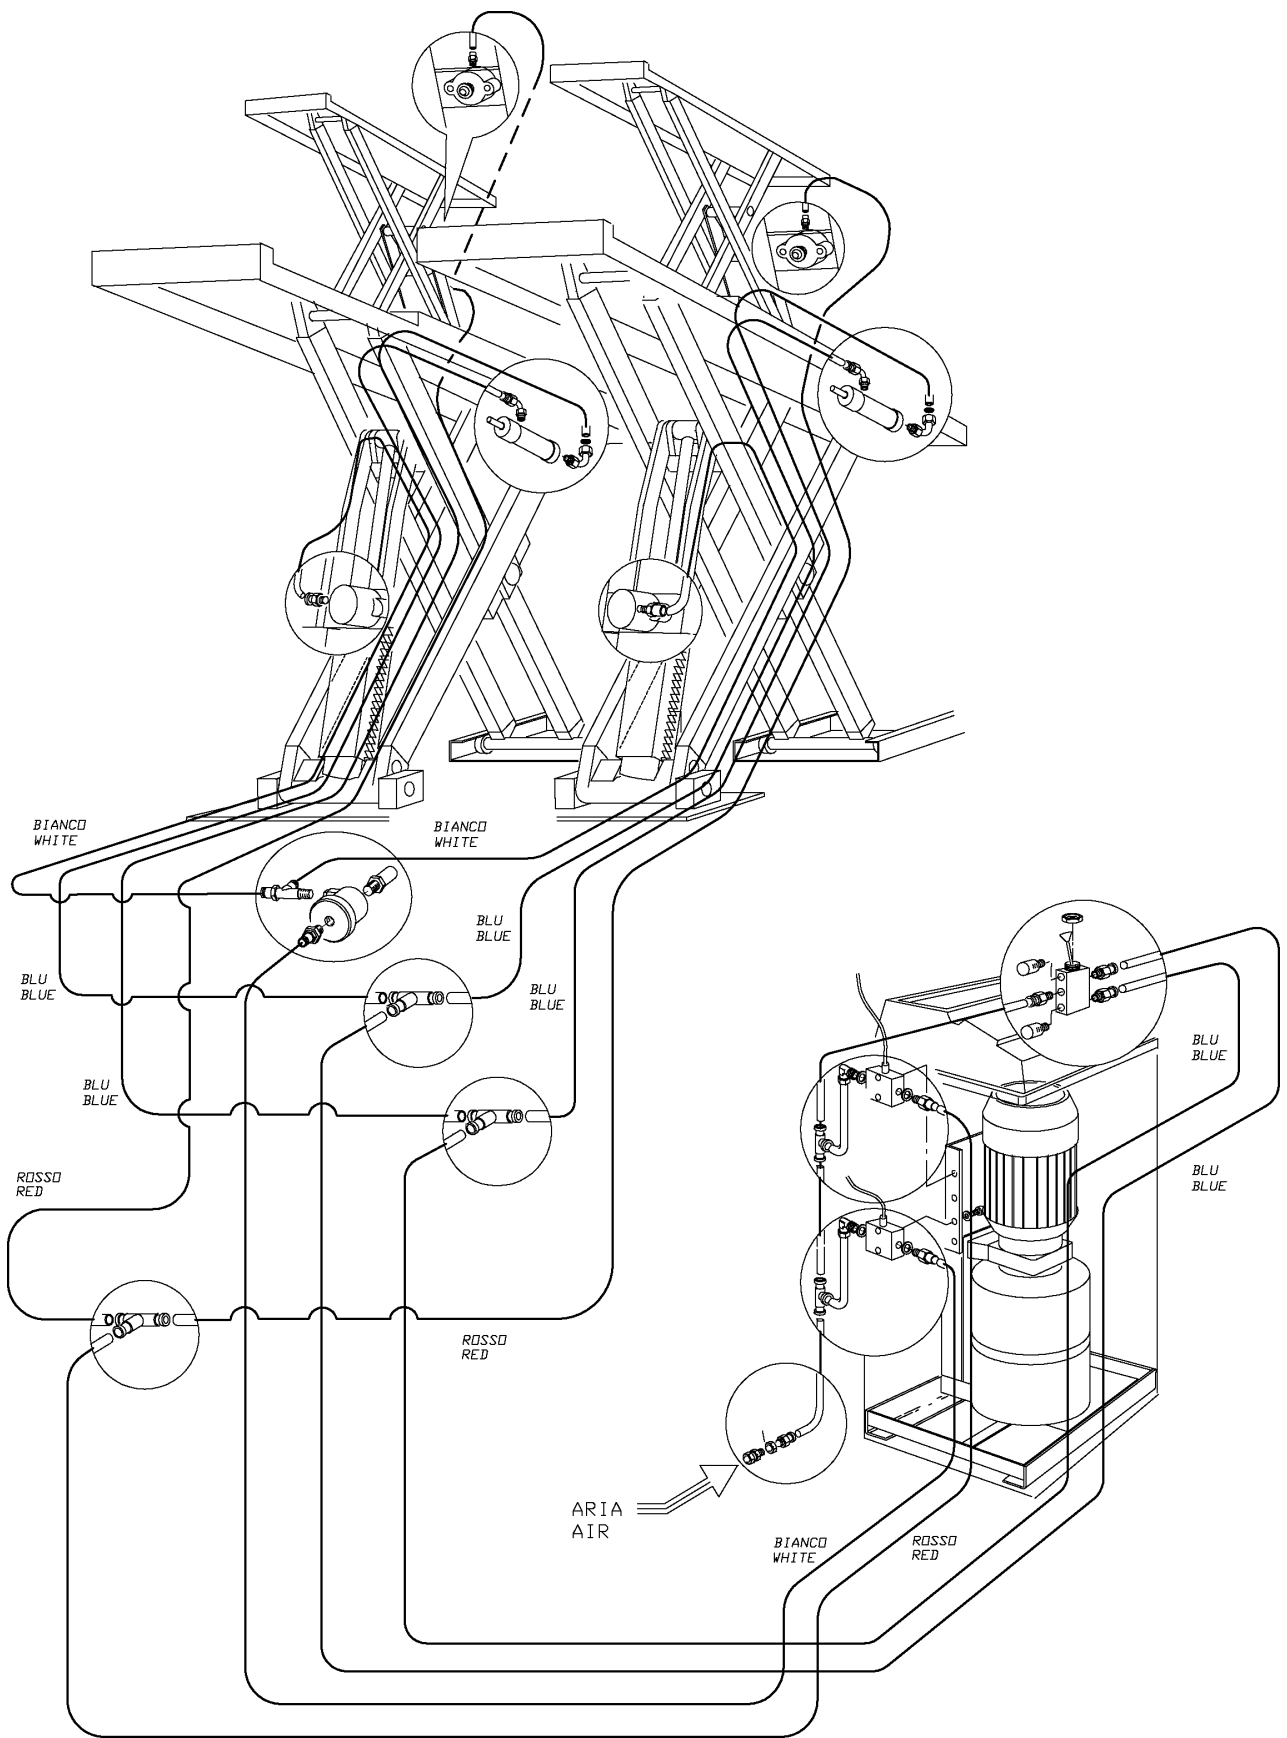

Fig. 30
**Vedi Fig.30.** Collegare l'alimentazione pneumatica.
**Ref. Fig.30.** Connect the air supply.
**Zu Abb. 30.** Die Druckluftzuführung anschliessen.
**Voir Fig. 30.** Connecter l'alimentation pneumatique.
**Ref. Fig. 30.** Conectar la alimentación neumática.